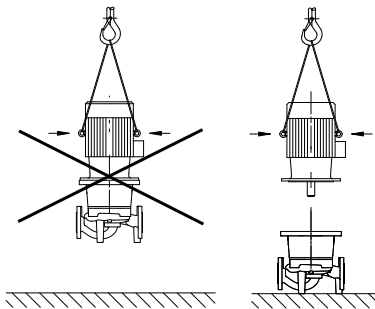

Fig. 20: Trasporto del motore
- Utilizzare gli occhioni di sollevamento del motore solo per sostenere il carico del motore stesso e non quello dell'intera pompa (Fig. 20).